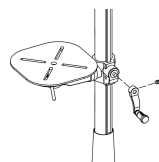

Fig. 4
9. Desserrez la vis de pression dans la poignée de réglage de la table. Glissez la poignée dans l'arbre menant de la vis sans fin. Serrez la vis de pression afin de retenir la poignée (fig. 4).